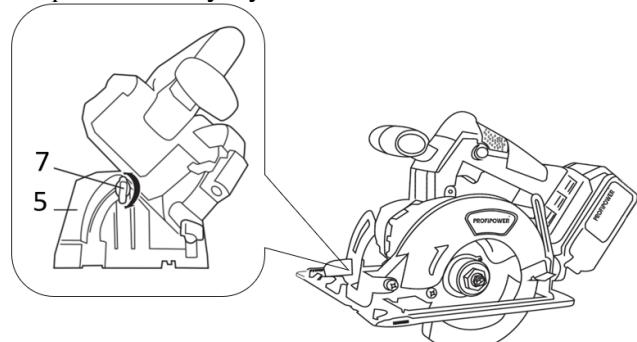

Рисунок 2.1.4. Установка УГЛА НАКЛОНА ОСНОВАНИЯ.
1. Отпустите винт фиксации наклона «7» (рисунок 2.1.4.).